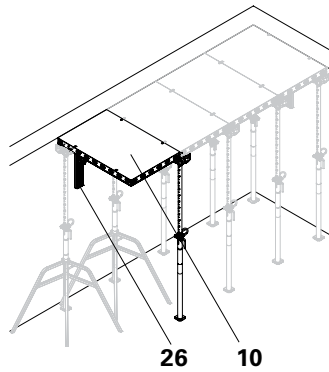

Fig. D2.08
4. Assicurare le casseforme con un supporto parete DUO 82 (26) ogni tre pannelli. (Fig. D2.08)
- Montare le casseforme per solai trasversalmente, fila per fila. (Fig. D2.08)